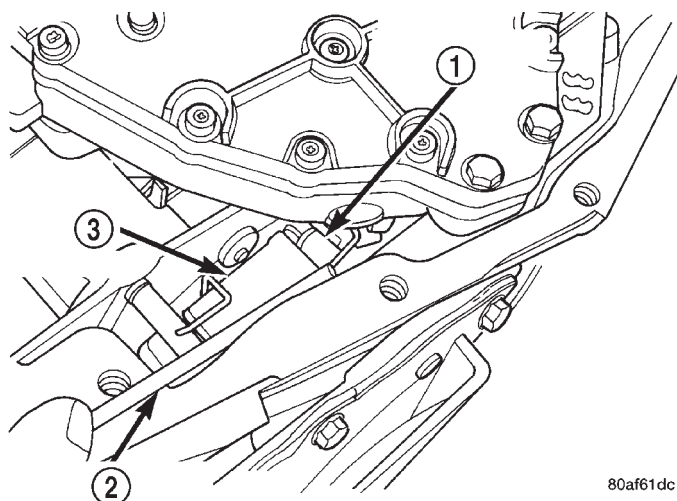
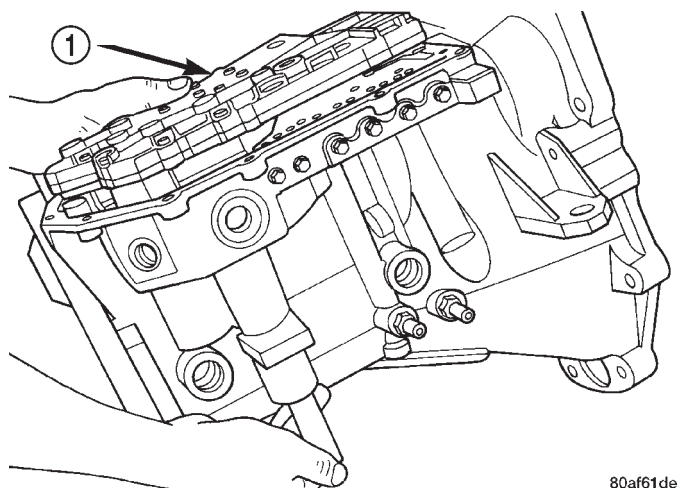

Fig. 317 Empuje los rodillos de varilla de estacionamiento del soporte de guía
Fig. 318 Desmontaje e instalación del cuerpo de válvulas
- (11) Retire del soporte de guía los rodillos de la varilla de estacionamiento; retire el cuerpo de válvulas del transeje (Fig. 317). (Fig. 318).